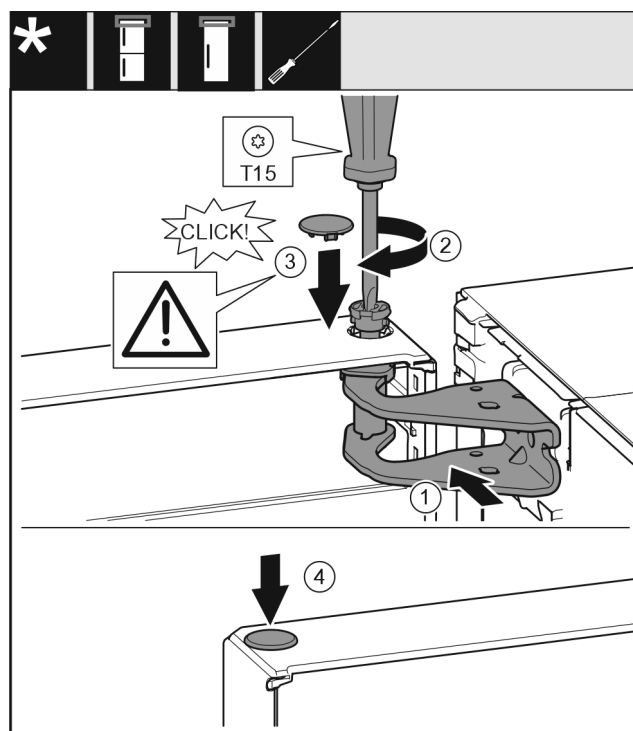

Fig. 19
- Orienter la porte en haut pour l'ouverture dans le support de palier. Fig. 19 (1)
- Poser le boulon et le visser avec un tournevis T15. Fig. 19 (2)
- ▶ Monter le cache de sécurité pour sécuriser la porte : Mettre en place le cache de sécurité et vérifier qu'il repose sur la porte. Sinon, enfoncer à fond le boulon. *Fig. 19 (3)*
- ▶ Mettre le bouchon en place. *Fig. 19 (4)*